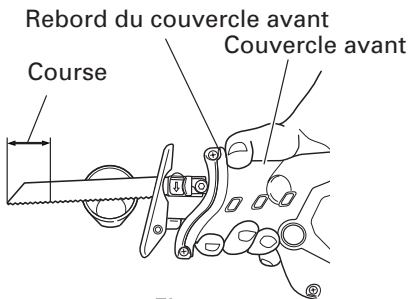
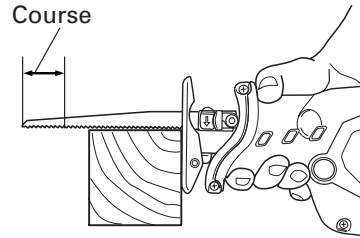

Fig. 18
Fig. 19
Mais, pour éviter des blessures, ne pas étendre la main ou les doigts au-delà du rebord (voir Fig. 18) du couvercle avant.
- Sélectionner une lame de la longueur appropriée. Idéalement, la longueur qui ressort du socle de la lame après soustraction de la distance de course doit être plus grande que le matériau (voir Fig. 18 et Fig. 19).